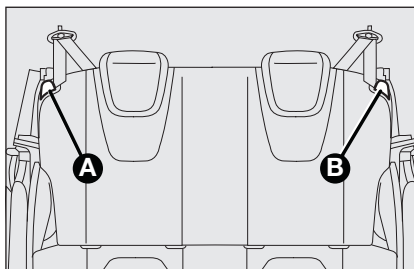

fig. 45
(le cas échéant) fig. 45**
- ☐ actionner les leviers **A** ou **B**-fig. 45 pour débloquer respectivement la partie gauche ou droite du dossier et accompagner le dossier sur le coussin.
- ☐ actionner les leviers **A** et **B**-fig. 45 pour débloquer les dossiers et les replier sur le coussin.